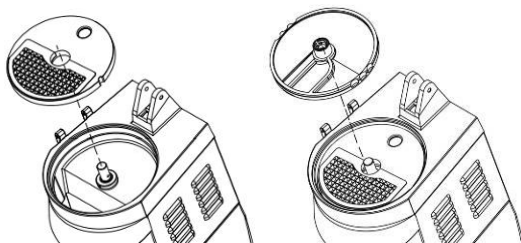

Fig. 10 - Montaje de dos discos cortantes PS..-DF.
- Primero instale el disco cortante PS..., dirigiendo el entalle a la derecha, luego instale el disco cortante DF..., girándolo hasta el tope (fig. 10).